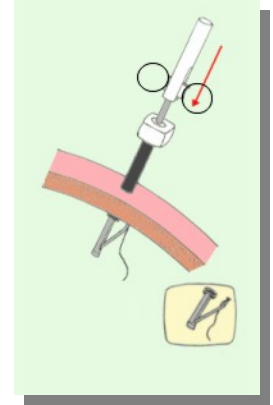

Figura 2
2) Sotto visione diretta sul monitor, con la punta dello strumento sufficientemente introdotta in cavità peritoneale, per permettere la fuoriuscita dell'ago dalla sua sede, agire sul cursore a doppio anello per portare lo strumento in posizione di "aperto" e quindi con l'ago pronto a trafiggere dall'interno la parete addominale. Prestare attenzione a che, nella zona di fuoriuscita dell'ago, non siano presenti strutture o visceri che possano venire feriti, soprattutto in caso che la manovra sul cursore a doppio anello venga eseguita di scatto e non gradualmente (Figura 2).